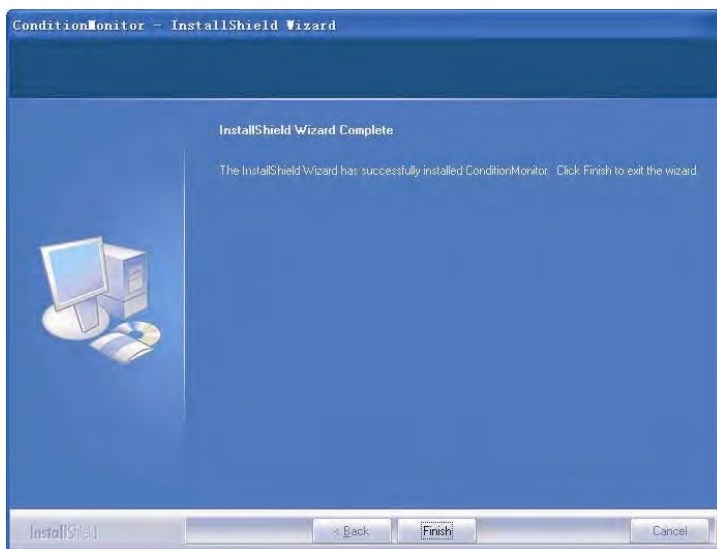

Abb. 2-12
11) Die Installation der Software ist abgeschlossen, sobald ein Fenster wie im Bild 2-12 angezeigt wird. Auf "Finish" klicken, um die Installation zu beenden.